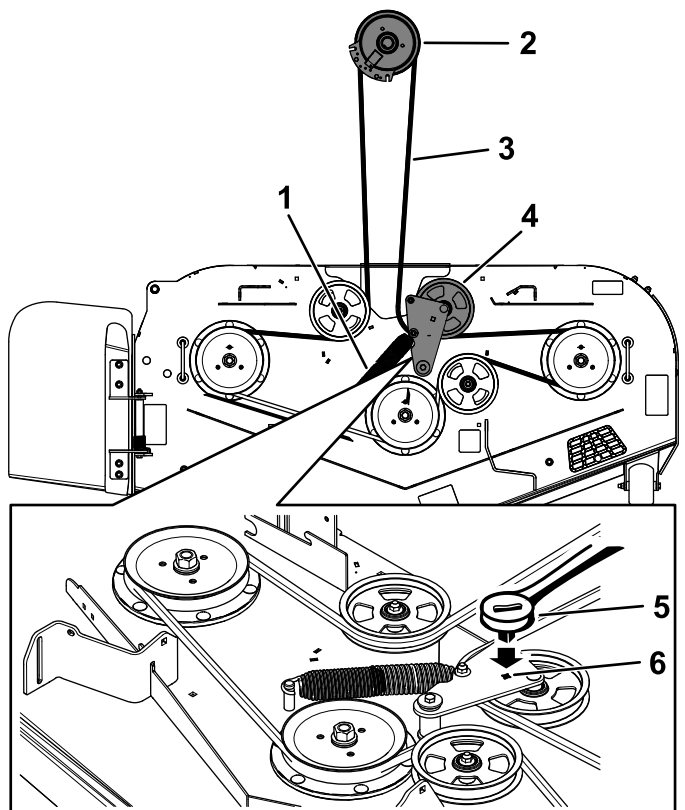

Figure 84
11. Montez le guide-courroie sur le bras de la poulie tension (Figure 84).
12. Insérez le rochet de  $\frac{3}{8}$  pouce dans le trou carré et installez le ressort de la poulie de tension (Figure 84).
6. Insérez un rochet de  $\frac{3}{8}$  pouce dans le trou carré du bras de la poulie de tension pour déposer le ressort de la poulie de tension (Figure 84).
8. Enlevez le guide-courroie situé sur le bras de la poulie de tension rappelé par ressort (Figure 84).
10. Acheminez la courroie neuve autour des poulies du tablier de coupe et de la poulie d'embrayage, sous le moteur (Figure 84).